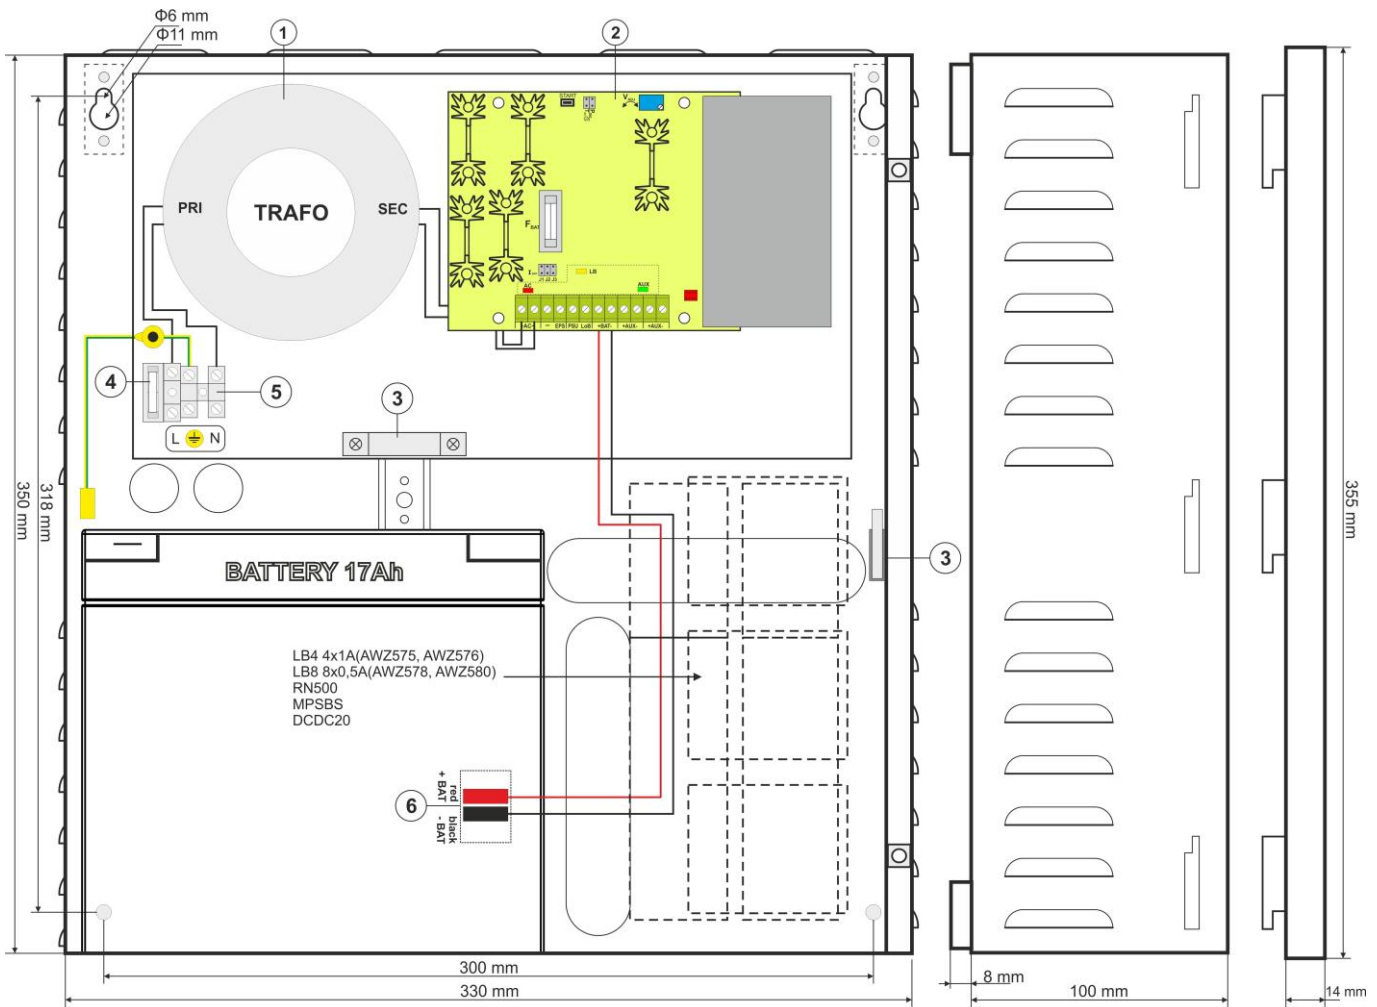

Abb. 3. Ansicht des Netzteils.
Tabelle 2. Elemente des Netzteils (siehe Abb. 3)
Befestigung	siehe Abbildung 3
2. Das Netzteil an der gewählten Stelle montieren. Mit einer Schraube den Griff des Antisabotage-Tampers, der sich im mittlern Teil des Gehäuses befindet (siehe Abb. 3) und zur Signalisierung beim Versuch der Loslösung des Netzteils vom Boden dient, zum Boden befestigen.
- Den Akku an angewiesenen Stelle des Gehäuses (Abb. 3) montieren. Den Anschluss zwischen dem Akku und der Netzteilplatte ausführen. Dabei auf die Einhaltung der entsprechender Polarität besonders Acht zu geben.